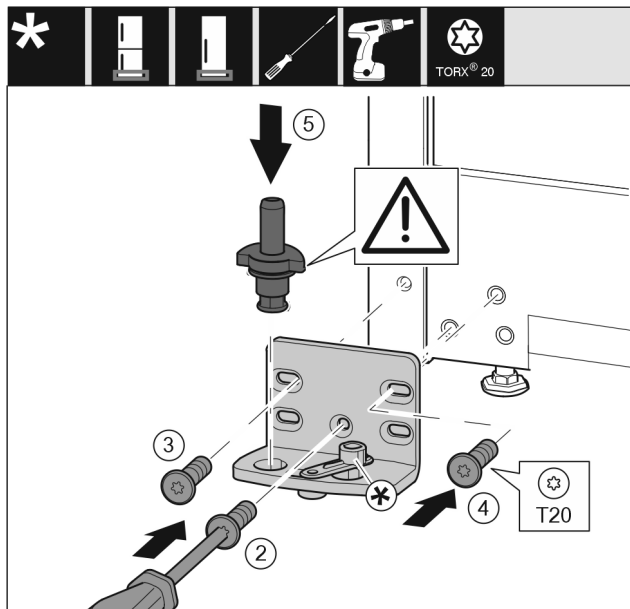

Fig. 18
- ▶ Założyć płytkę zawiasu z drugiej strony i przykręcić śrubokrętem. Rozpocząć od śruby Fig. 18 (2) dolnej umieszczonej na środku.
- ▶ Dokręcić śrubę Fig. 18 (3) i śrubę Fig. 18 (4).
- ▶ Założyć cały trzpień zawiasu Fig. 18 (5). Zwrócić przy tym uwagę, by krzywka zatraskowa wskazywała do tyłu.